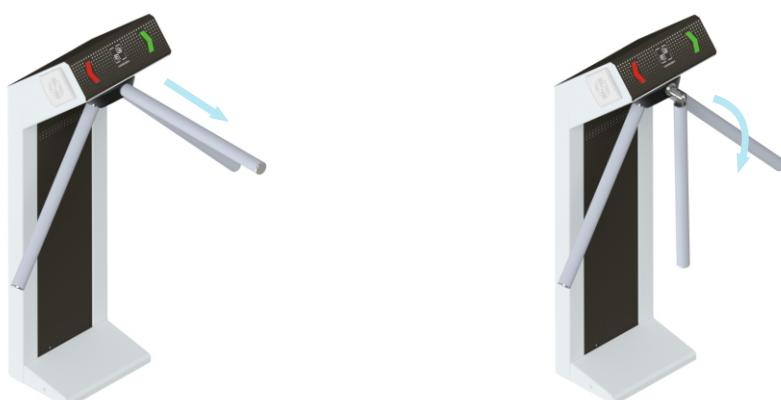

Рисунок 14 – Принцип работы планок «Антипаника»
- 5 Если вы установили планки типа «Антипаника» проверьте работу их механизма разблокировки (рисунок 14);